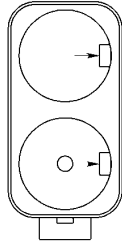

Рисунок 3.
3.4.2. Новые элементы питания (2 шт.) типоразмера D необходимо установить в отсек батарейный 13 (см. рис. 9), в соответствии с полярностью, указанной на внутренней стороне крышки отсека. Для открытия крышки батарейного отсека необходимо повернуть ручку крышки в положение «ON». Для выемки разряженных элементов питания необходимо отогнуть удерживающие прижимы (показано стрелками на рис.3).